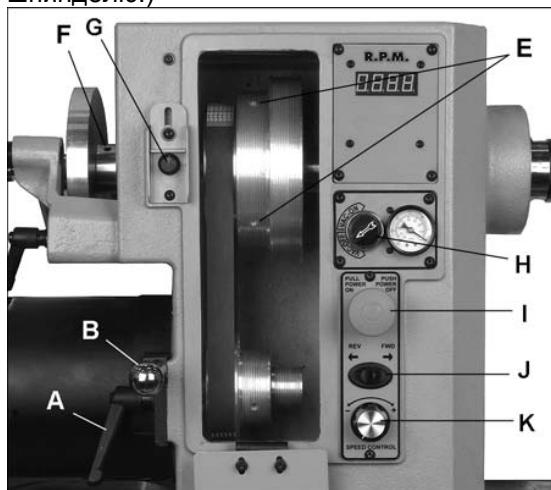

Рис. 33
1. Нажмите кнопку блокировки шпинделя (см. Г, Рис. 33) и слегка поверните шпиндель, пока кнопка полностью не утопится. Задвиньте планку на кнопку.
ослабьте два установочных винта на шкиве шпинделя (E, Рис. 33) при помощи шестигранного ключа и передвиньте шкив в нужную позицию. Затяните винты.
См. Рис. 33.
7. При замене шкива шпинделя, ослабьте два установочных винта (E, Рис. 33) и сдвиньте шкив со шпинделя.
10. Установите делительный диск на место и затяните установочные винты (F, Рис. 33).
11. Выровняйте новый шкив (См. раздел 5.14, «Выравнивание ремня и шкивов»), затем крепко закрутите два установочных винта (E, Рис. 33) на шкиве.
См. рис. 33 и 34